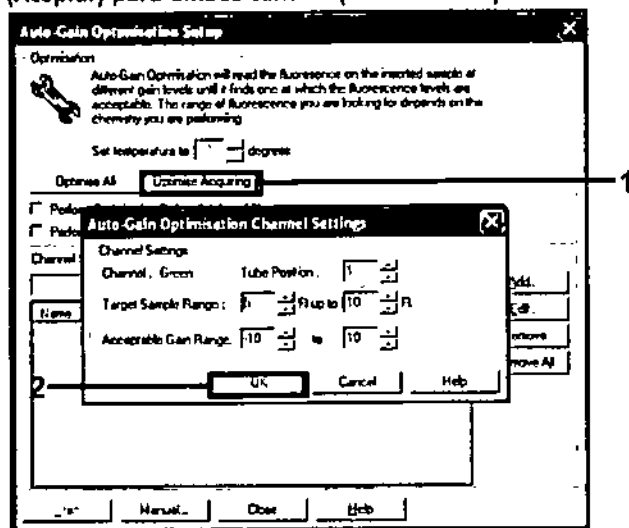

Ilustración 11. Optimización de la ganancia automática para el canal verde
14. Haga clic en el botón "Optimise Acquiring" (Adquirir optimización). A continuación, se muestra la configuración de canal para cada canal. Acepte los valores predeterminados haciendo clic en "OK" (Aceptar) para ambos canales (Ilustración 11).